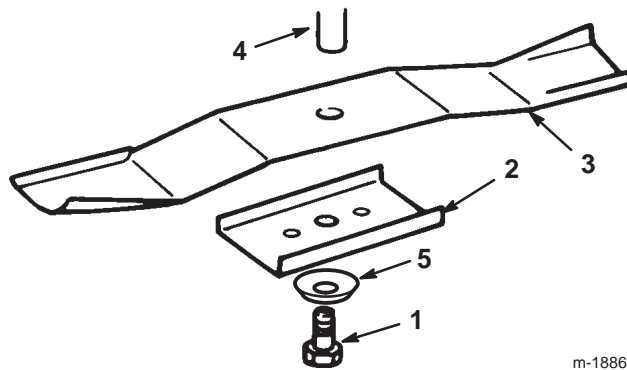

Figure 29
3. Enlevez le boulon (clé de 16 mm [5/8"]), la rondelle bombée, le porte-lame et la lame (Fig. 29). Pour enlever le boulon, bloquez éventuellement la lame en introduisant une cale en bois entre la lame et le carter de tondeuse.
1. Montez la lame, le porte-lame, la rondelle bombée (face concave vers la lame) et le boulon de lame (Fig. 29).